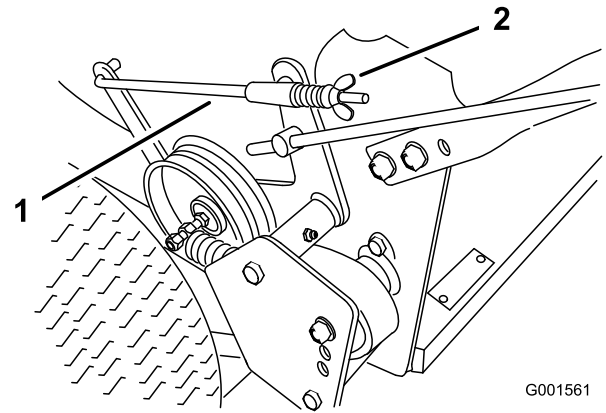

Figura 30
3. Para ajustar los frenos, gire las tuercas de orejeta de las varillas de freno (Figura 30). Gire las tuercas de orejeta en el sentido de las agujas del reloj para apretar los frenos; gírelas en el sentido contrario a las agujas del reloj para aflojarlas.